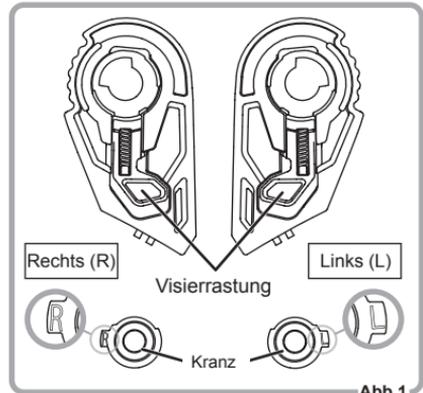

Abb.1
2. Drehen Sie die Kranzschraube an der Visierrastung mithilfe eines M4-Sechskantschlüssels (4 mm) gegen den Uhrzeigersinn und nehmen Sie Kranzschraube und Kranz ab. (Abb. 1)
1. Überprüfen Sie die Seite der Visierrastung (Abb. 1).